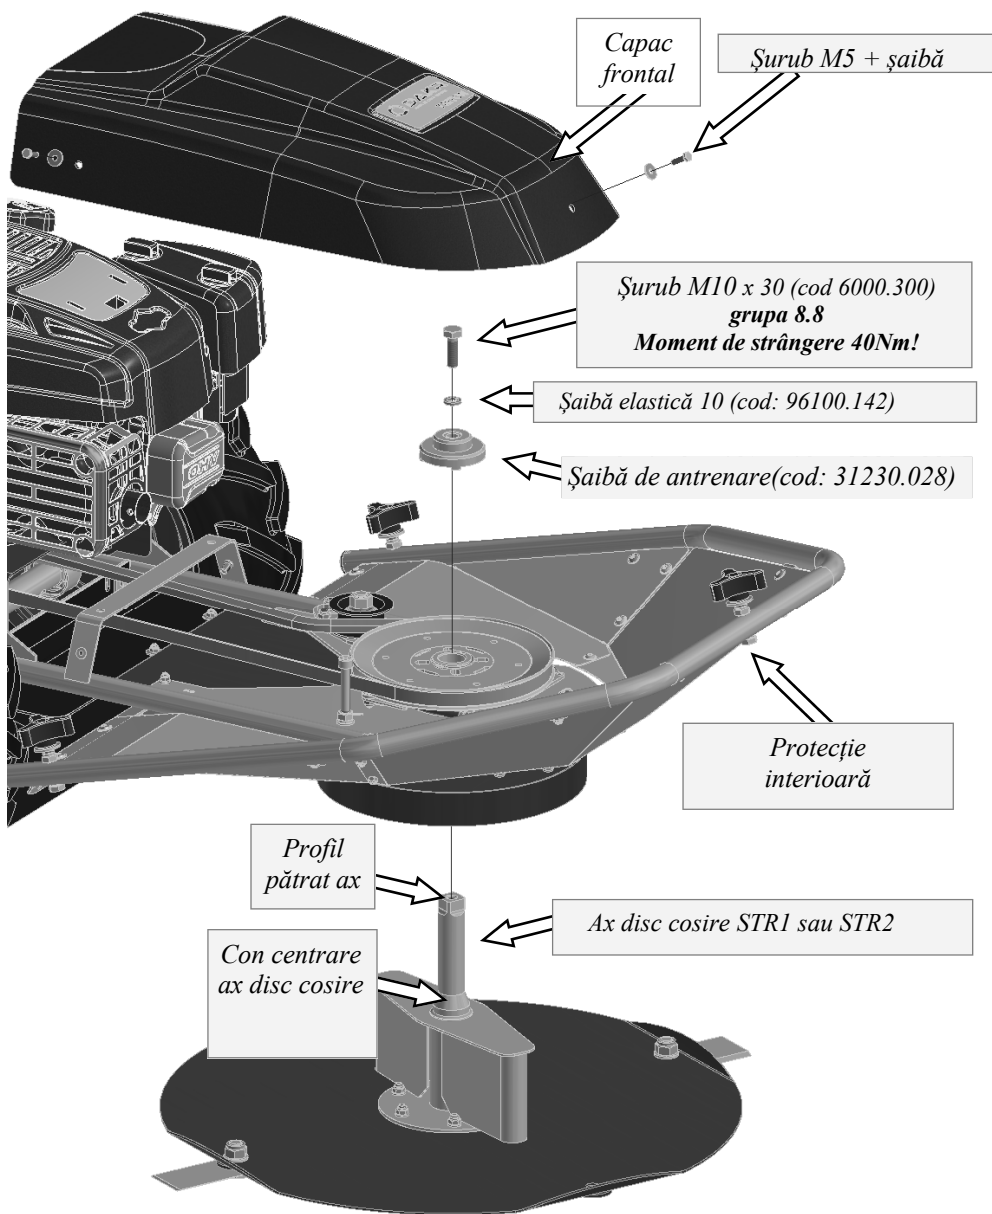

FIG. 33 Montajul discului de cosire al dispozitivului STR1 (STR2)
- Fixarea axului discului de cosire și a flanșei de antrenare (Fig. 33) sau a axului suport cuțit la tocător și a elementelor de asamblare (Fig. 36, 37) pe șasiul motorului.